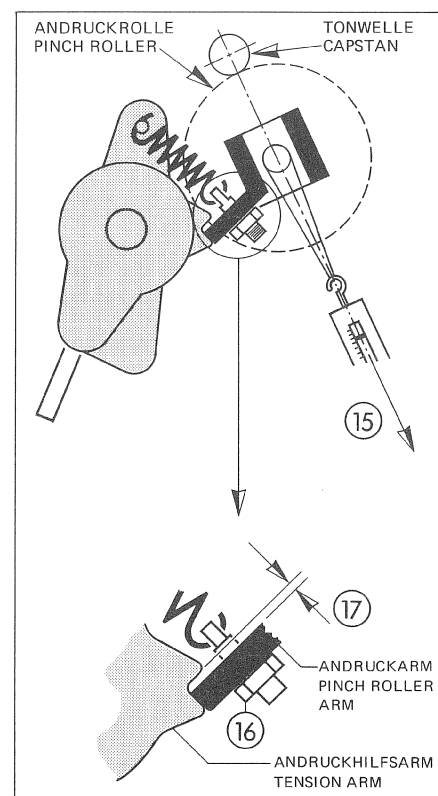

Fig. 4.6
4. An der Andruck-Rollachse Federwaage (0 ... 2,5 kg) einhängen (siehe Fig. 4.6). Taste PLAY drücken und Andruckkraft (15) messen. Die Andruckkraft soll im Moment des Abhebens der Andruckrolle von der Tonwelle $1,2 \pm 0,1$ kp (Fig. 4.6) betragen. Die Justierung erfolgt mit der Sechskantmutter (16) am Andruckarm.
4. Attach spring balance (0 ... 2.5 kg) (see fig. 4.6). Depress PLAY key and measure the pinching force (15). At the point where the pinch-roller lifts off the capstan, the pinching force should measure 1.2 ± 0.1 kp (fig. 4.6). The setting can be adjusted with the hexnut (16) at the pinch-roller arm.